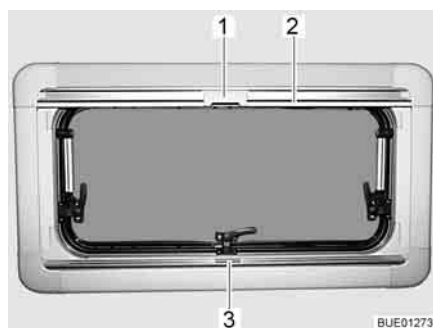
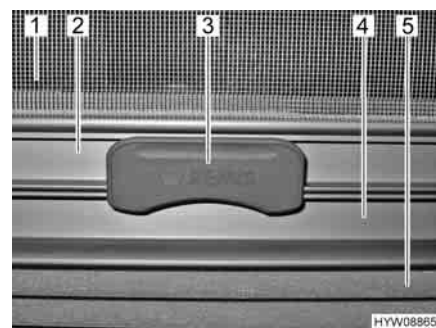

Fig. 43 Finestra apribile
Fig. 44 Aggancio
Tendina oscurante pieghevole La tendina oscurante pieghevole (Fig. 44,5) è montata nella cassetta inferiore.
- Afferrare la tendina oscurante pieghevole per la parte centrale della barra di presa (Fig. 43,3 e Fig. 44,4), tirarla dal basso verso l'alto e rilasciarla nella posizione desiderata. La tendina oscurante pieghevole rimane in questa posizione.
Zanzariera a rullo La zanzariera a rullo (Fig. 44,1) è montata nella cassetta superiore.
- Tirare la zanzariera a rullo accompagnandola con la barra di presa (Fig. 43,2 e Fig. 44,2) verso il basso, fino a quando la barra di presa non arriva a contatto con la tendina oscurante pieghevole (Fig. 44,4).
- Bloccare l'aggancio (Fig. 43,1 e Fig. 44,3) della zanzariera a rullo nella barra di presa della tendina oscurante pieghevole. Se l'aggancio risulta bloccato, la tendina oscurante pieghevole e la zanzariera a rullo possono essere spostate insieme.
- Premere in alto l'aggancio (Fig. 44,3) sulla zanzariera a rullo.
- Ricondurre lentamente la zanzariera a rullo accompagnandola con la barra di presa (Fig. 43,2).